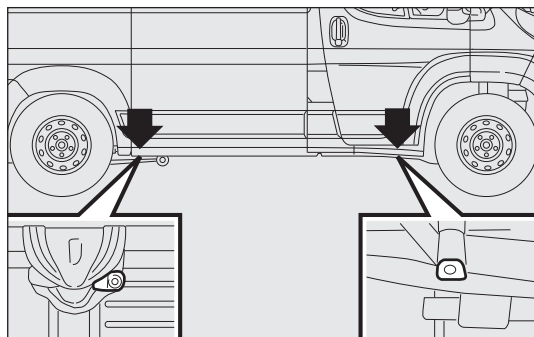
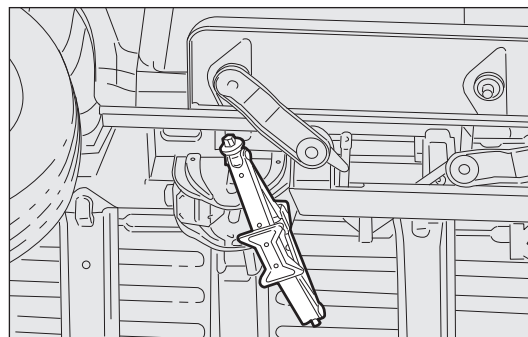

fig. 159
fig. 160
- Sätt domkraften vid lyftpunkten närmast hjulet som ska bytas ut, se punkterna i fig. 159. För versioner med kort axelavstånd och infällbart fotsteg, ska domkraften placeras vid lyftpunkten som visas i fig. 160 och riktas i 45° så att den inte kommer i vägen för det infällbara fotsteget.